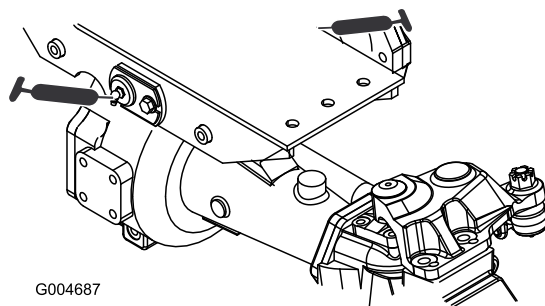

Figura 43
- 2 boccole orientabili dell'assale anteriore e posteriore (Figura 43)